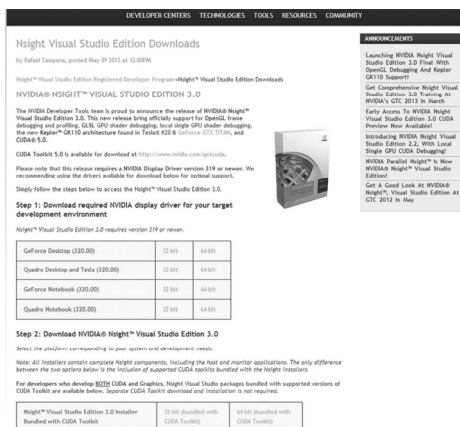

图 B.2 注册后的下载网站。可以根据操作系统下载选择版本
2. 注册后, 下载与你的操作系统匹配的工具, 如图 B.2 所示。